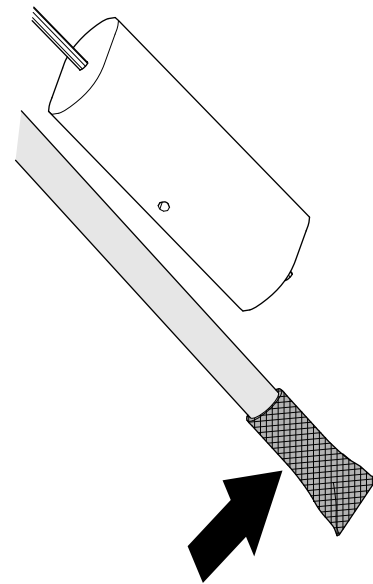

Figura 89
- 1. Limpie el filtro del extremo del tubo de aspiración de combustible (Figura 89).